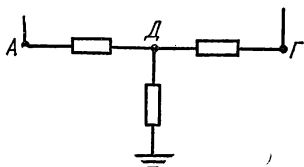

Рис. 2.11
4. Если одну из точек электрической цепи (например, точку Д) соединить с землей через резистор (рис. 2.11), то потенциал этой точки будет равен нулю, так как в резисторе ток не возникает и падения напряжения не создается.